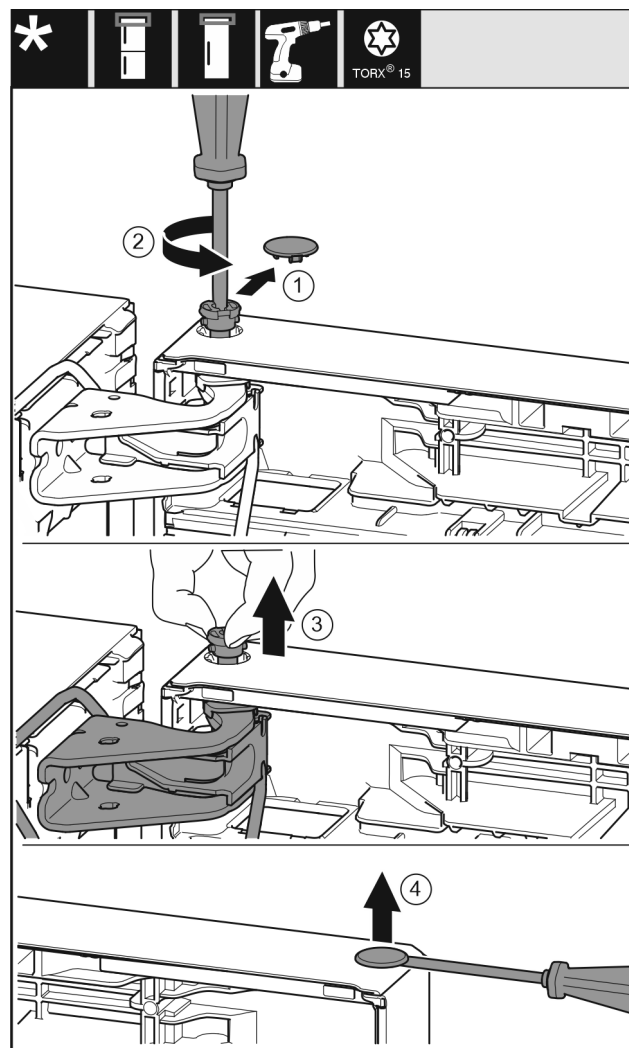

Fig. 20
- ▶ Осторожно снимите предохранительную крышку. Fig. 20 (1)
- ▶ Немного выкрутите палец отверткой T15. Fig. 20 (2)
- ▶ Удерживая дверь, извлеките палец вручную. Fig. 20 (3)
- ▶ Осторожно приподнимите и извлеките при помощи шлицевой отвертки заглушку из опорной втулки двери. Fig. 20 (4)